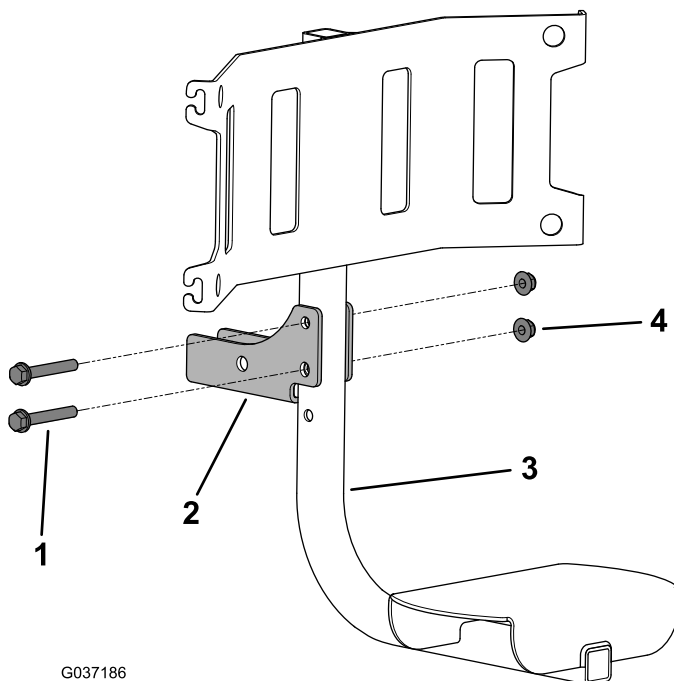

Figure 4
4. Installez un support de montage de pivot sur un support de poubelle à la hauteur désirée à l'aide de 2 vis à tête hexagonale (3/8" x 2-1/2") et 2 écrous à embase (3/8"), comme montré à la Figure 4.